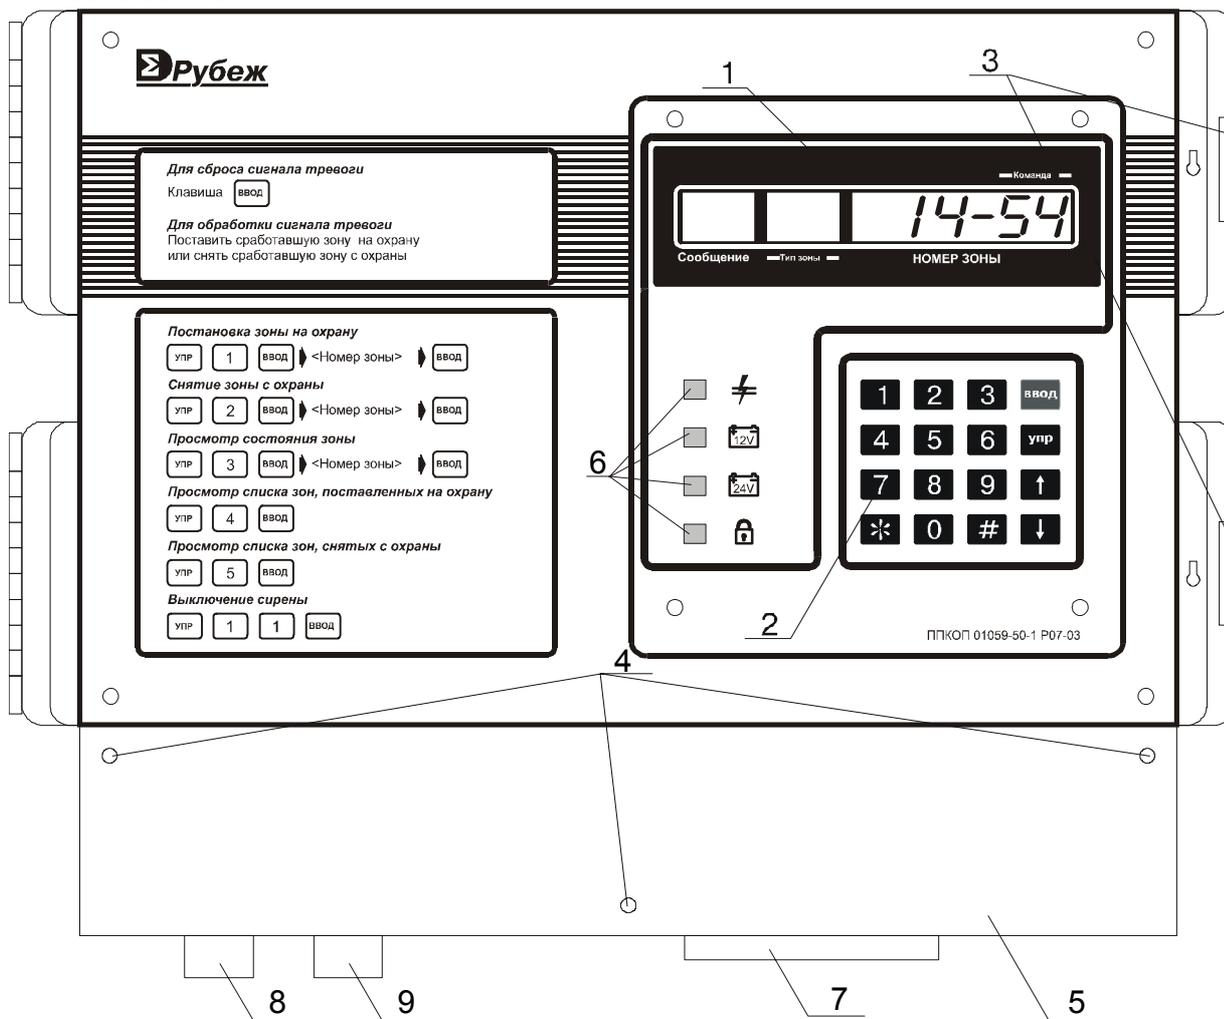

Рис. 2 Общий вид БЦП
1.1.4.3 Органы управления и контроля прибора расположены на лицевой панели БЦП. Внешний вид БЦП изображен на Рис. 2. Конструктивно БЦП может поставляться в двух вариантах: в корпусе из ударопрочного полистирола или в металлическом корпусе. На лицевой панели расположены дисплей 1, клавиатура 2 и блок светодиодных индикаторов 6. Для доступа к клавиатуре необходимо открыть прозрачную крышку, нажав на зажимы 3. Присоединительные разъемы для подключения принтера 7 и БР 8, 9 размещены на нижней стенке БЦП. Под крышкой 5 находятся клеммы для подключения БЛ, СУ (СК, БРА, ПУО или ИБП), питания БЦП, внешних оповещателей, выходов на ПЦН и ПЭВМ, а также гермовводы для ввода проводов и кабелей. Для снятия крышки 5 необходимо отвернуть винты 4.